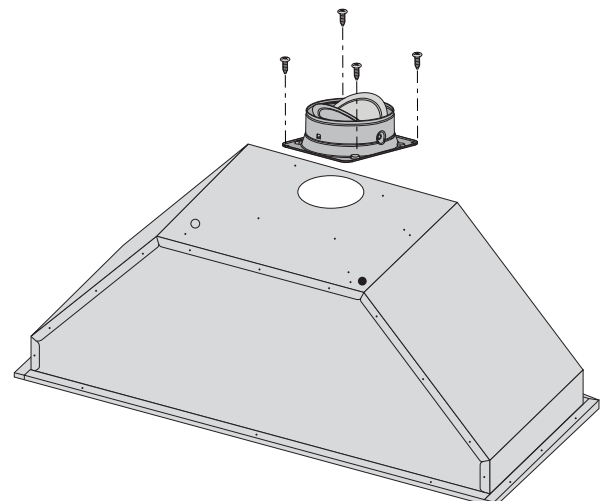

Figure 2
- Fixez le clapet sur le dessus du ventilateur. (Voir figure 2)